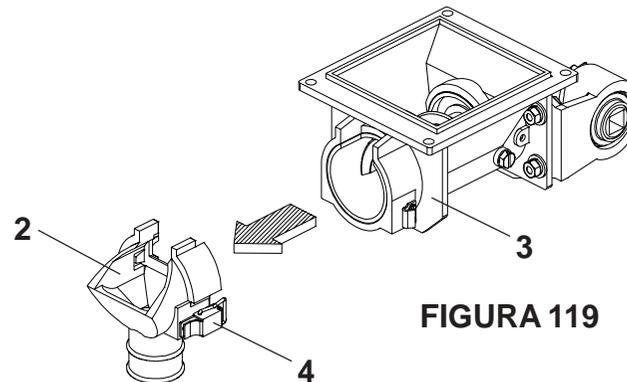

FIGURA 119
- Retire o bocal de descarga (2) do condutor fertisystem (3), soltando os fechos rápidos (4), **conforme mostra a figura 119.**